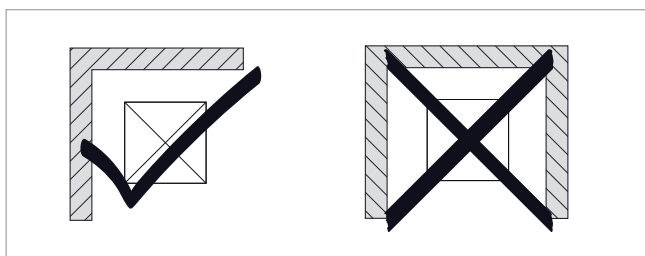

Fig. 3: Condizioni di montaggio nelle vicinanze di pareti
- Non posizionare la pompa di calore in strutture con tre lati chiusi, vedere la ➔ Fig. 3